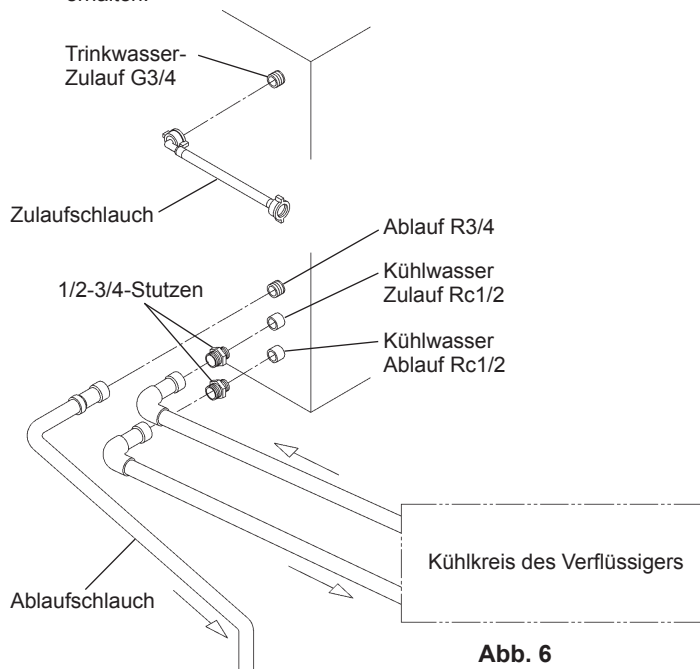

Abb. 6
- * Hoshizaki empfiehlt, einen wassergekühlten Verflüssiger an ein Kühlsystem mit geschlossenem Kreislauf anzuschließen, das einen Kühlturm oder Wasserkühler o. Ä. verwendet (siehe Abb. 6 und 7). Das Auffüllen mit Wasser sollte über ein Kugelventil-/Unterbrecher-Tanksystem reguliert werden.
[a] Standardanschlüsse nach WRC-Bestimmungen im Vereinigten Königreich (Abb. 6 und 7)
5) Verbinden Sie den Kühlkreis des Verflüssigers wie gezeigt (Abb. 6) unter Verwendung eines geeigneten steifen Schlauchs mit dem freien Ende der 1/2-3/4 Stutzen. P.T.F.E.-Band und/oder ein geeignetes Dichtmittel sind zu verwenden, um eine dichte Verbindung zu erhalten.